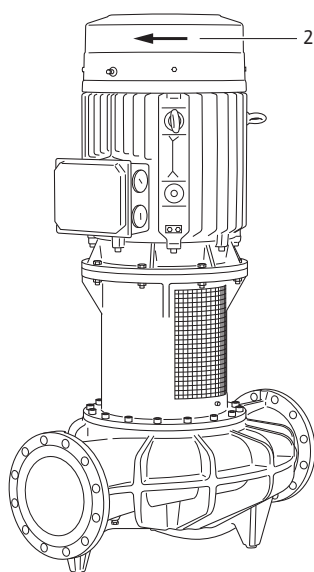

Fig. 47: Proveriti smer obrtanja
- Kratkotrajnim uključivanjem proveriti da li je smer obrtanja usklađen sa strelicom na poklopcu ventilatora (videti Fig. 47, poz. 2). Pri pogrešnom smeru obrtanja postupite na sledeći način: